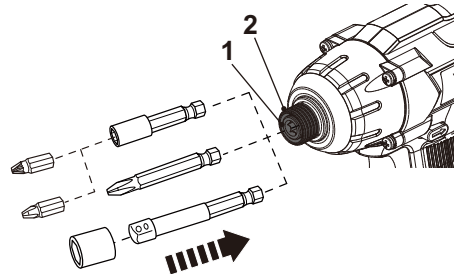

Fig. 1
- > Tire de la camisa del portaútiles (2) e inserte una punta de atornillado adecuada completamente hasta el fondo del portaútiles (1). Suelte la camisa del portaútiles (2) para bloquear la punta en posición (Fig. 1).